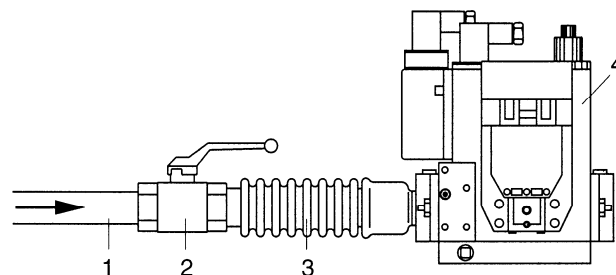

Fig. 3
Il collegamento alla tubazione di alimentazione del gas deve avere dimensioni opportune e corrispondenti al tipo di impianto da realizzarsi e deve essere eseguito disponendo la "rampa gas" come indicato in Fig. 3: il tubo gas (1), il rubinetto di intercettazione (2) ed il giunto antivibrante (3) non sono forniti con il generatore e devono essere predisposti a cura dell'installatore collegandoli al gruppo valvole gas (4) fornito con il generatore d'aria calda.
- Collegare un manometro alla presa di pressione a monte (4) del gruppo valvole (Fig. 3);